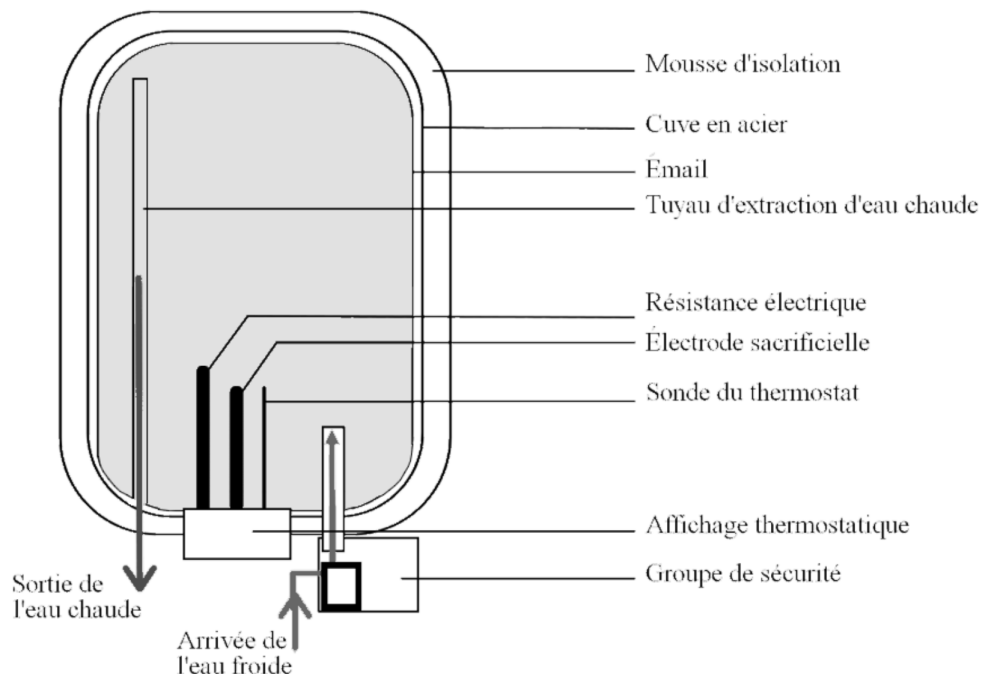

Figure 1: Schéma descriptif d'un chauffe-eau électrique
Un chauffe-eau est composé d'une cuve cylindrique fermée, généralement en acier émaillé, dans laquelle se trouve un dispositif de chauffage piloté par un thermostat (figure 1). La cuve est en permanence remplie d'eau. En effet, lorsqu'on puise de l'eau chaude, de l'eau froide remplace au fur et à mesure la quantité d'eau chaude utilisée. Le dispositif de chauffage réchauffe l'eau jusqu'à une température de consigne préalablement définie, puis s'arrête. Si de l'eau est puisée, il se remet en fonctionnement.
- 1) aux chauffe-eaux électriques à résistance thermoplongée (figure 1);